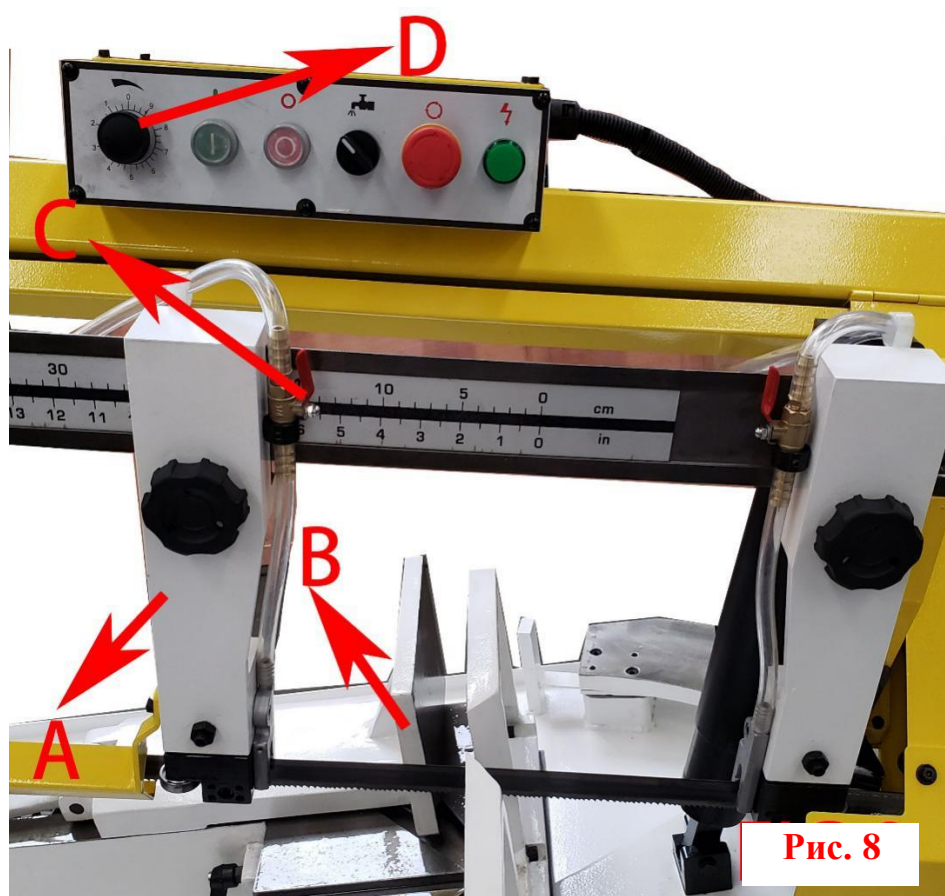

Рис. 8
5. Убедитесь, что кронштейн левой направляющей полотна (А) установлен как можно ближе к левой губке тисков (В), Рис. 8
6. Включите станок и отрегулируйте расход СОЖ, поворачивая рычаг (С), Рис. 8.
7. Поворачивайте рычаг скорости подачи (D), Рис. 8, против часовой стрелки до тех пор, пока пильное полотно не начнет опускаться с желаемой скоростью.
8. Продолжайте прорезать заготовку, как показано на Рис.8. Станок выключается по завершении разреза.